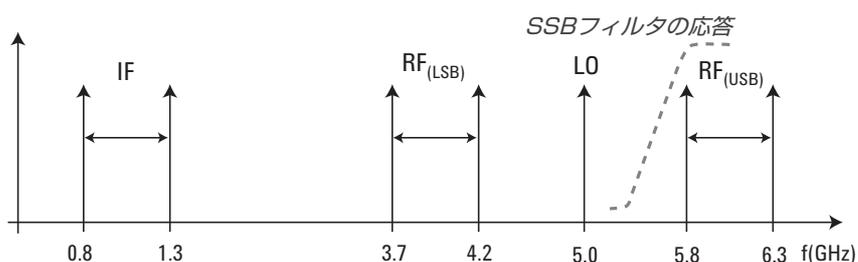

図15. 周波数マップ
12. この測定の支配方程式は、 $RF=LO+IF$ です。図15にこの測定の周波数マップを示します。